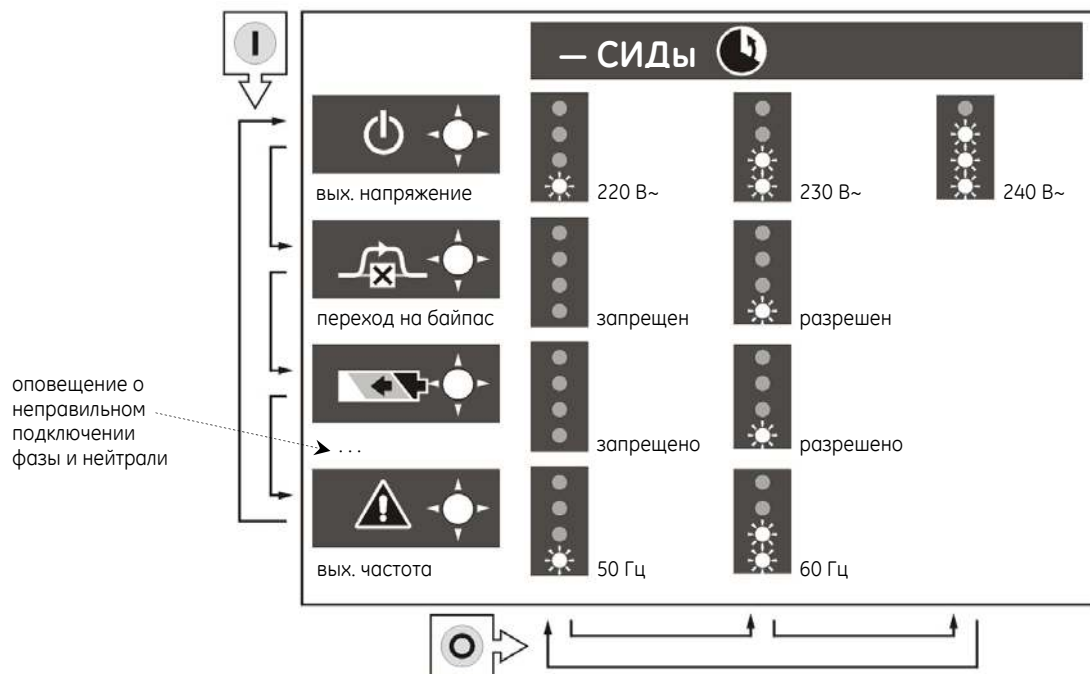

Рис. 4.5: Меню настройки
- 2 Переключение между параметрами осуществляется при помощи кнопки «I». Один из СИДов («ИБП включен», «Питание нагрузки через байпас», «Питание нагрузки от батареи» или «Сигнал тревоги») будет мигать, информируя о том, какой параметр выбран для изменения (смотри рис. 4.5).